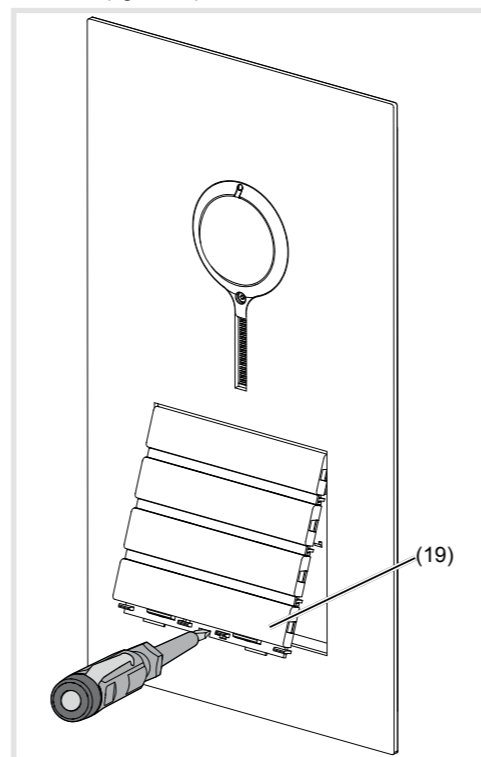

Figura 17: smontaggio mascherina modulo tasti di chiamata
- Premere verso l'alto con il cacciavite la mascherina del modulo dei tasti di chiamata nell'apertura a sollevamento inferiore e spingerla in avanti (figura 17).